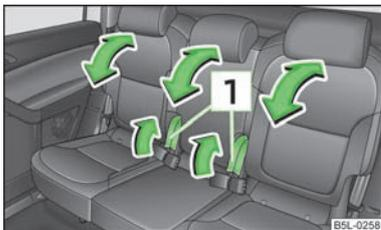

Abb. 49
- › Den Hebel **1** » Abb. 49 ziehen und die gewünschte Neigung der Sitzlehne einstellen.
- › Den Hebel **1** » Abb. 49 ziehen und die Sitzlehnen der äußeren hinteren Sitze bis zum Anschlag auf die Sitzfläche klappen.
- › Die hintere mittlere Sitzlehne auf die gleiche Weise vorklappen, anschließend noch einmal den Hebel **1** » Abb. 49 ziehen und die Sitzlehne nach unten drücken, bis diese in einer niedrigeren Stellung hörbar einrastet.